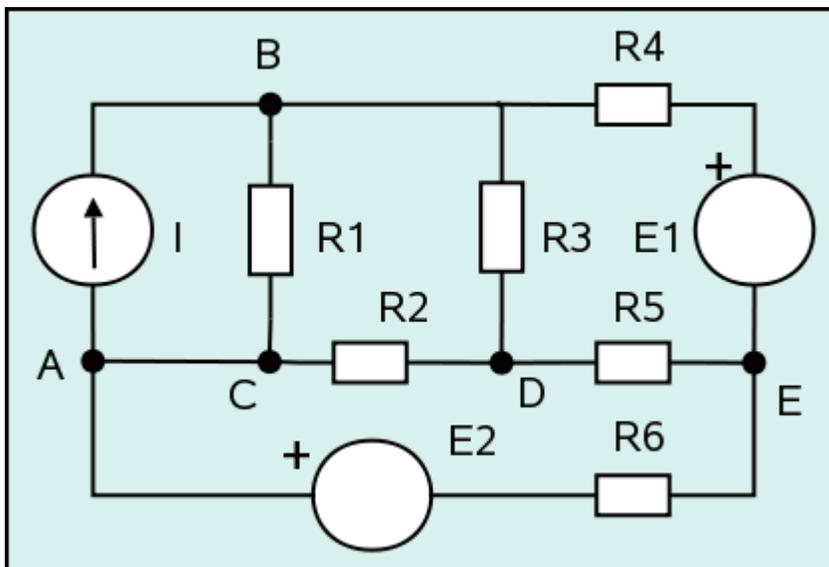

Figura 1: circuito ejemplo.
A la hora de analizar un circuito es conveniente conocer la terminología de cada elemento que lo forma. A continuación se indican los comúnmente más aceptados tomando como ejemplo el circuito mostrado en la figura 1.
- **Generador o fuente:** elemento que produce electricidad. En el circuito de la figura 1 hay tres fuentes, una de intensidad, I , y dos de tensión, E_1 y E_2 .
- **Nudo o nodo:** punto de un circuito donde concurren varios conductores distintos. En la figura 1 se observan cuatro nudos: A, B, D y E. Observe que C no se ha tenido en cuenta ya que es el mismo nudo A al no existir entre ellos diferencia de potencial ($V_A - V_C = 0$).
- **Rama:** conjunto de todos los elementos de un circuito comprendidos entre dos nudos consecutivos. En la figura 1 se hallan siete ramas: AB por la fuente, AB por R_1 , AD, AE, BD, BE y DE. Obviamente, por una rama sólo puede circular una corriente.